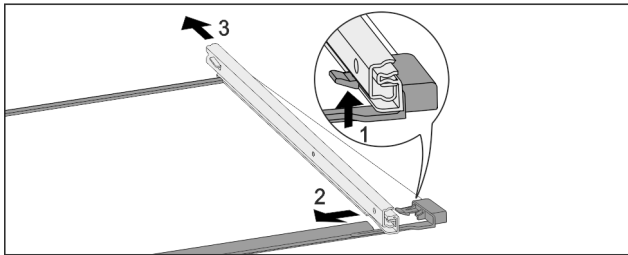

Fig. 142 Glasplaat met rails
- ▶ Voorste vergrendelhaak naar boven duwen. Fig. 142 (1)
- ▶ Uitschuifrail naar de zijkant Fig. 142 (2) en naar achteren Fig. 142 (3) wegschuiven.